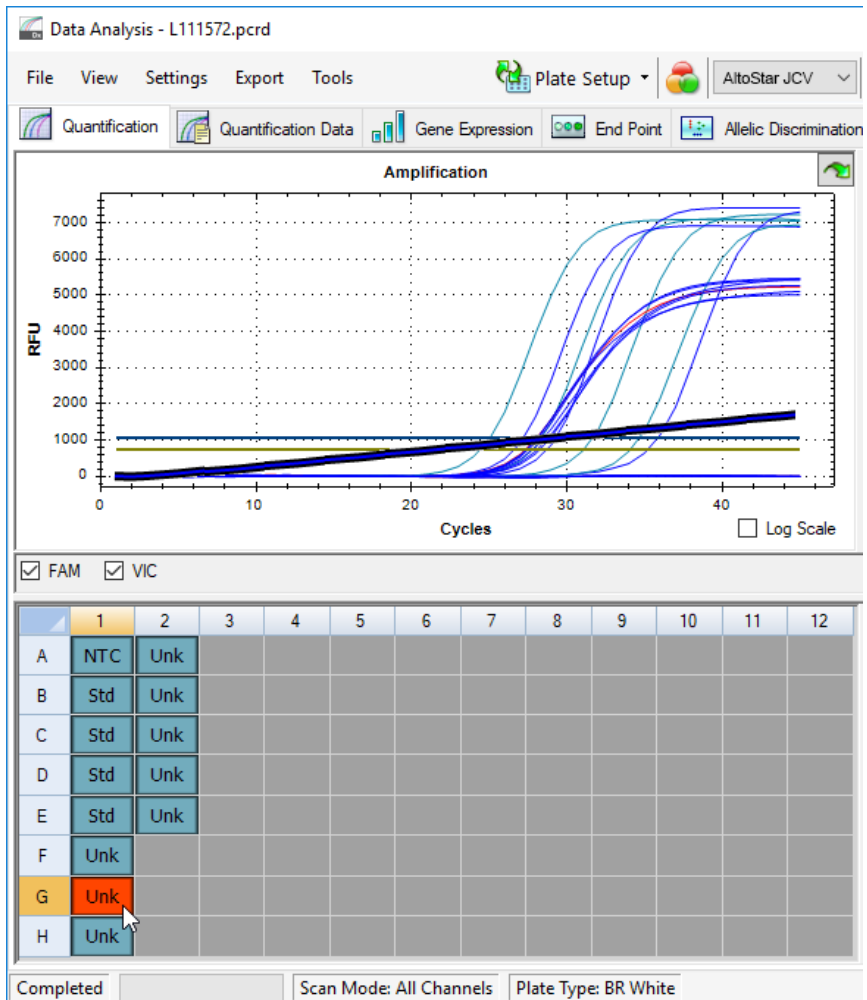

Figura 6: Ventana Data Analysis (análisis de datos): señal de PCR irregular
2. Identifique pocillos con señales de PCR irregulares (aumento de señal lineal, picos de señal, etc.) en cualquiera de los canales de detección FAM™ (JCV objetivo) y VIC™ (IC) (consulte la figura 6).